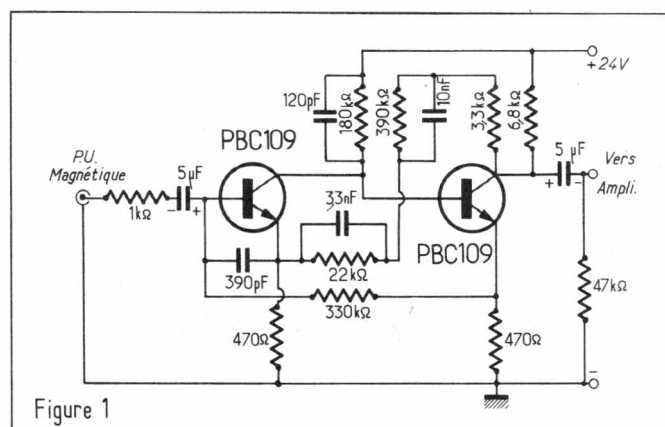

Figure 1
A) LE PRÉAMPLIFICATEUR D'ENTRÉE (fig. 1)